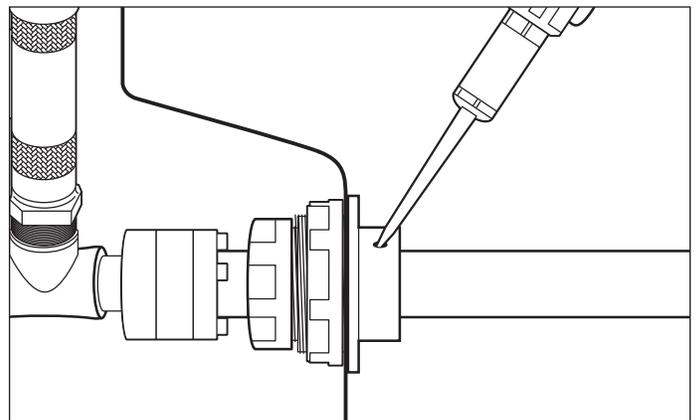

Figure 21-4
10. Utilisez la cartouche de mélange époxydique avec le pistolet pour remplir les trois ports sur le corps fileté jusqu'à que les ports soient bien remplis (voir Figure 21-4)